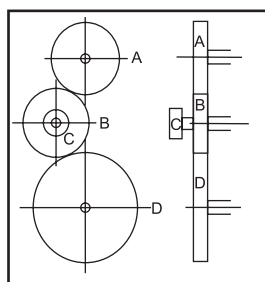

рис. 3
а) рис.3 - для нарезания резьбы шагом =0,5 мм используйте положение шестерён:
- Когда конфигурация зубчатой передачи проста, как показана на рис.3 суппорта **13** (рис.1) отвести поворотный суппорт **7** (рис.1) так, чтобы освободить два установочных болта. Ослабить натяжение болтов, установить поворотный суппорт **7** (рис.1) на необходимый угол, по показаниям шкалы. Шестерня B действует как холостая и ее размер не имеет значения - любая подходящая подойдёт для соединения A и D.